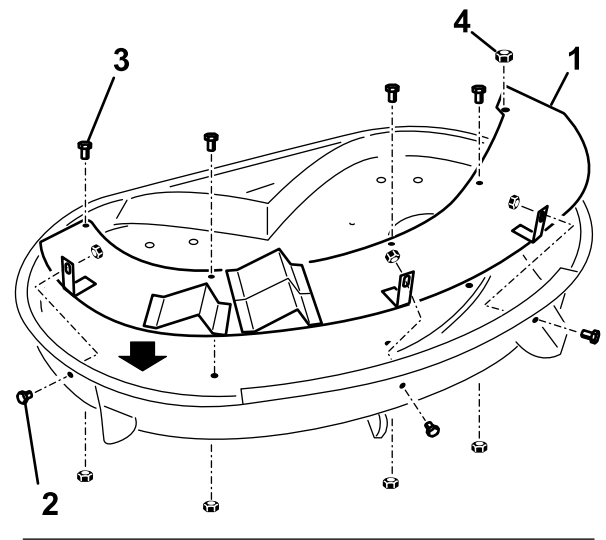

Figura 2
1. Instale el deflector superior con las escuadras hacia el cortacésped, según se muestra en Figura 2. Asegúrese de que las roscas de la varilla del conducto de descarga sobresalen por el taladro del deflector.
2. Instale la contratuerca que se retiró anteriormente sobre las roscas de la varilla de retención del conducto de descarga para sujetar el deflector al cortacésped (Figura 2).
3. Instale tres pernos (5/16 x 5/8 pulgada; y tres tuercas con arandela prensada (5/16 pulgada) por el lateral del cortacésped en la posición de cada escuadra, según se muestra en Figura 2. Instale las fijaciones con las tuercas en el interior.
4. Introduzca cuatro pernos (1/4 x 5/8 pulgada en el deflector, y hacia arriba a través de la parte superior del cortacésped, y sujete el deflector con cuatro contratuercas (1/4 pulgada) según se muestra en Figura 2.